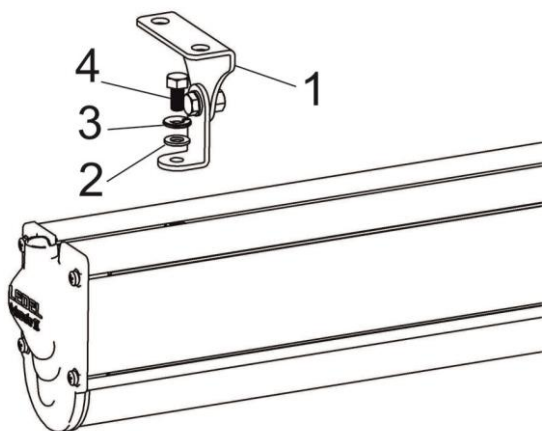

Рисунок 4 Монтаж крепления
- б) Зафиксировать крепление болтом (поз.4), гроверной шайбой (поз.3), плоской шайбой (поз.2) и гайкой в Т-образном пазе на профиле светильника (рис.4);
- г) Затянуть фиксирующие болты с усилием крутящего момента не более 9,4 Н/м (рис.4);